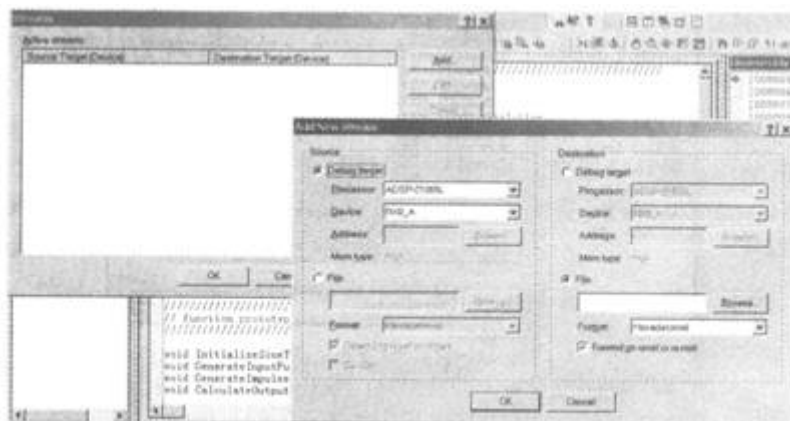

图 5-40 数据流模拟窗口
(1) 单击 Visual DSP++主界面的下拉菜单中的 Stream，将弹出数据流管理窗口，单击数据流管理窗口中的添加(ADD)按钮，将显示新建的模拟数据流传输的设置窗口，如图 5-40 所示。数据流管理窗口可以对已经存在的数据流模拟进行修改或删除等操作。